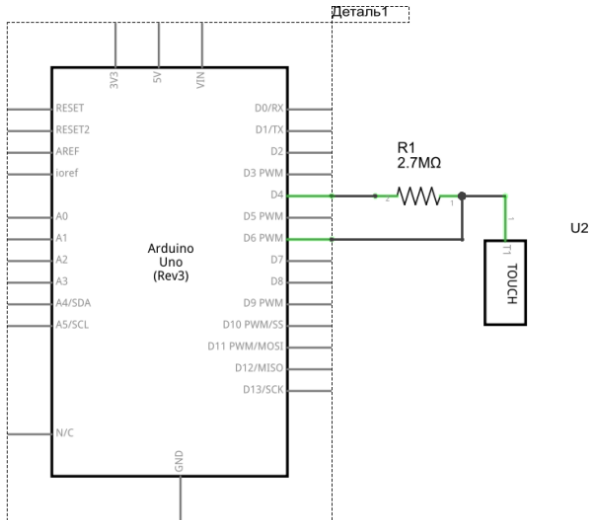

Рис. 1.4. Схема підключення ємнісної сенсорної кнопки
6. Ознайомитися зі схемою підключення ємнісної сенсорної кнопки (рис. 1.4). Зібрати її на макетній платі. Підключити сенсорну кнопку до 4 (send pin) і 6 (receive pin) дискретних виводів Arduino. Використати резистор 2,5 МОм.